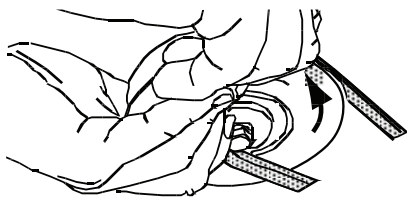

Fig. 59
- Tirez sur le côté droit de la courroie et placez le côté plus étroit en forme de « V » de la courroie dans la poulie de la prise de force (Fig. 59).